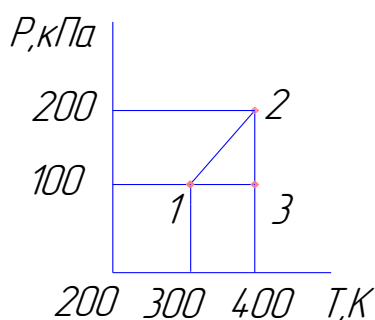

Рис.1
4. На *PT*-диаграмме изображен замкнутый процесс, который совершает некоторая масса кислорода (рис.1). Известно, что максимальный объем, который занимал газ в этом процессе, $V_{\text{max}} = 16,4\text{ дм}^3$. Определить массу газа и его объем в точке 1. Значения T_1 , T_2 , P_1 и P_2 указаны на рисунке.